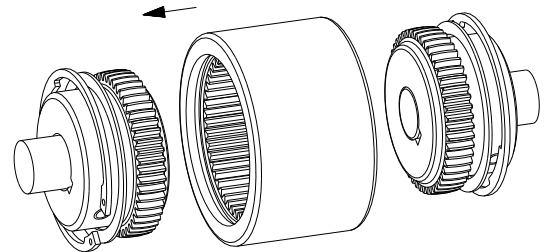

Bild 9
- Setzen Sie die Kupplungshülse auf die Verzahnung einer Kupplungsnabe (siehe Bild 9).